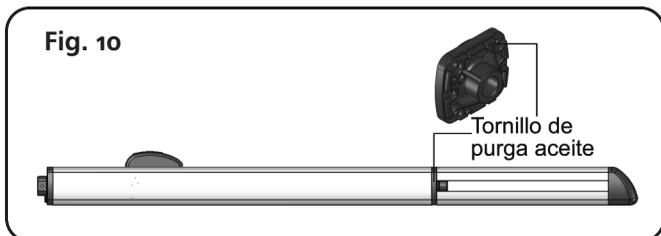

Fig. 10
- D) Desbloquee el accionador (fig.10).
- F) Bloquee de nuevo el operador (fig. 10)
- **QUITE EL TORNILLO DE PURGA (FIG. 10)**